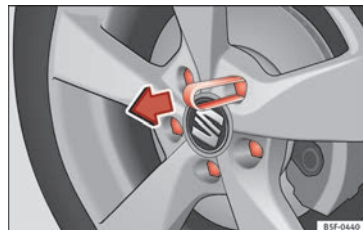

Fig. 183 Roue : boulons de roue avec capuchons.
- Encastrer la pince en plastique (outillage de bord) sur le capuchon jusqu'à ce qu'elle s'emboîte » **fig. 183**.